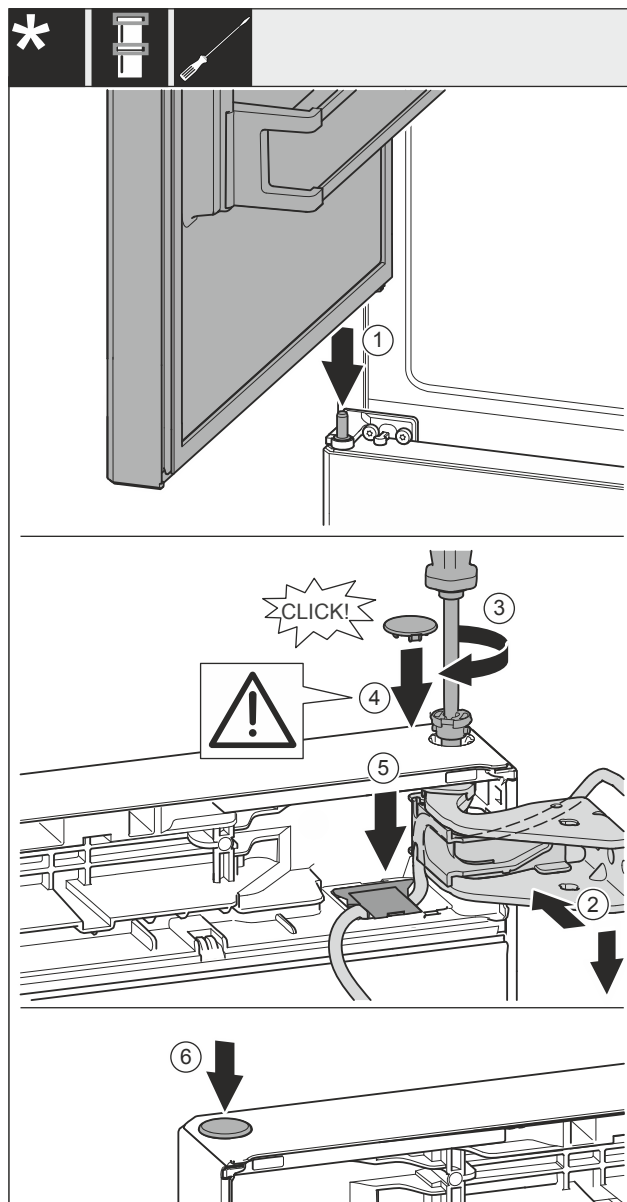

Fig. 36
- ▶ Установите верхнюю дверь на средний опорный палец Fig. 36 (1).
- ▶ Выровняйте дверь вверху по отверстию в опорном кронштейне Fig. 36 (2).
- ▶ Вставьте палец Fig. 36 (3) и затяните отверткой.
- ▶ Установите крышку Fig. 36 (4).
- ▶ Проследите за тем, чтобы крышка Fig. 36 (4) прилегал к дверям.
- ▶ Установите крышку Fig. 36 (5) и прижмите вниз до момента фиксации.
- ▶ Установите крышку Fig. 36 (6).